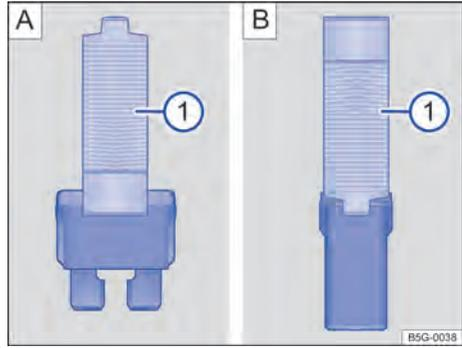

Fig. 177 Retirar o colocar el fusible con la pinza de plástico: A) fusible plano, B) fusible de bloqueo.
- De ser necesario, retirar la pinza de plástico → fig. 177 [1] de la cubierta de la caja de fusibles.
- De acuerdo con la versión del fusible, colocar las garras adecuadas del alicate plástico → fig. 177 [A] [1] o → fig. 177 [B] [1] de forma lateral en el fusible.